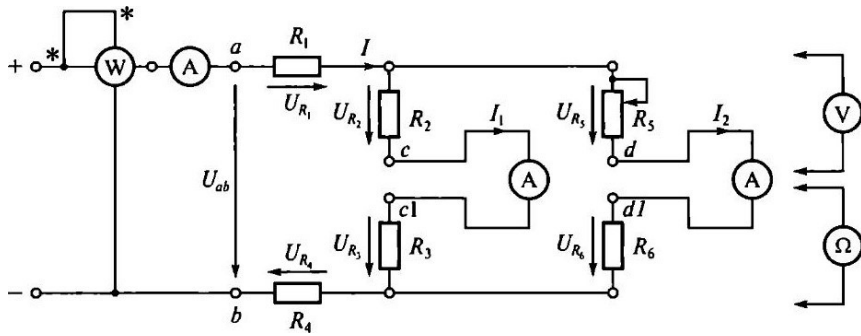

Рис. 3.1. Схема ЭЦ для проверки 1-го правила Кирхгофа
3.2. Записать в протоколе испытаний применительно к ЭЦ, показанной на рис. 3.1, выражения для закона Ома, 1-го и 2-го правил Кирхгофа, баланса мощностей.
5.2. Записать в протоколе испытаний применительно к ЭЦ, показанной на рис. 3.1, выражения ш-ш закона Ома, 1-го и 2-го правил Кирхгофа, баланса мощностей.
5.3. В табл. 3.4 даны значения сопротивлений ЭЦ, приведенной на рис. 3.1. Напряжение питания U_{ab} задается преподавателем.